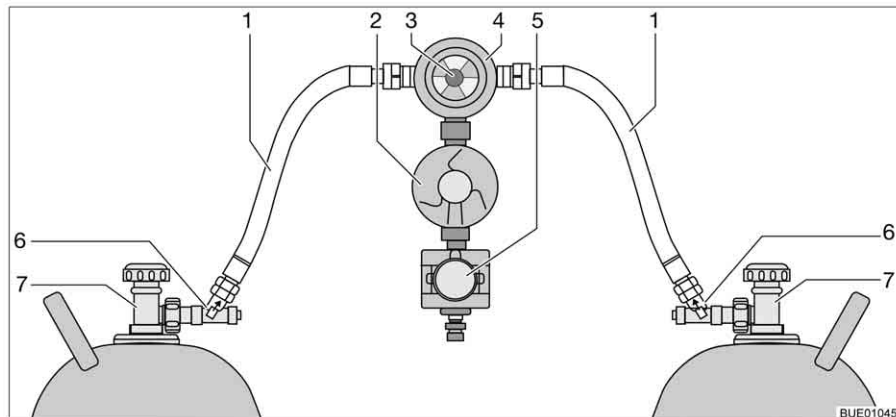

Fig. 121 Dispositif de commutation Crash Protection Unit
La Crash Protection Unit se compose de deux limiteurs de débit à verrouillage manuel (Fig. 121,6), d'une valve de commutation (Fig. 121,4) avec régulateur de pression (Fig. 121,2), d'une électrovanne (Fig. 121,5) et d'une unité de commande à DEL de trois couleurs. La valve de commutation est montée entre les deux lyres (Fig. 121,1).
Un bouton rotatif (Fig. 121,3), situé sur la valve de commutation, permet de définir laquelle des bouteilles de gaz est celle de service et laquelle est celle de réserve.
Seules les fonctions électriques peuvent être activées sur l'unité de commande (Fig. 122). Les robinets principaux des bouteilles de gaz (Fig. 121,7) et les dispositifs de déverrouillage (Fig. 121,6) doivent être ouverts manuellement.
- Ouvrir les robinets principaux des bouteilles de gaz (Fig. 121,7).
- Appuyer sur les dispositifs de déverrouillage (Fig. 121,6) l'un après l'autre pendant 10 secondes.
- Choisir la bouteille de gaz avec le bouton rotatif (Fig. 121,3) de la valve de commutation (Fig. 121,4) à partir de laquelle le gaz sera utilisé principalement (bouteille de service).
- Fermer les robinets principaux des bouteilles de gaz (Fig. 121,7).